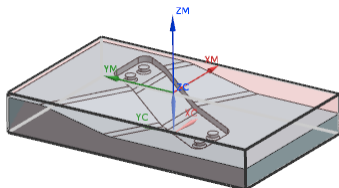

图 14.5 毛坯几何体
Step3. 单击“毛坯几何体”对话框中的 **确定** 按钮，系统返回到“工件”对话框，完成图 14.5 所示毛坯几何体的创建。